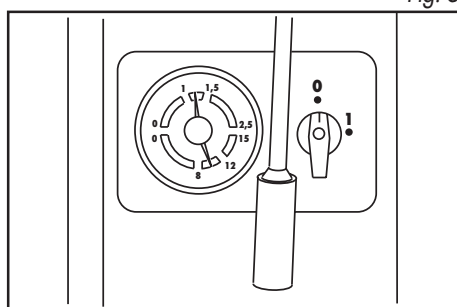
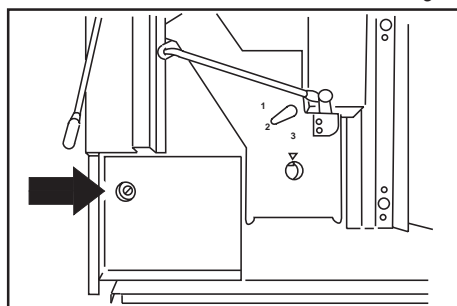

Fig. 6
Fig. 7
- Après environ 5-7 minutes de la mise en fonction, le voyant prêt pour l'emploi situé au dessus du symbole  s'allume, pour indiquer la bonne température dans la chaudière (vérifier que l'échelle supérieure du manomètre indique une pression comprise entre 1,2 et 1,5 atm) (fig.6).
- Appuyer sur la touche  et ensuite . Quand de l'eau commence à s'écouler du distributeur, observer l'échelle inférieure du manomètre qui doit indiquer une pression comprise entre 8 et 10 atm (Fig.6) Si la pression n'entre pas dans les limites indiquées, agir sur la vis de régulation placée derrière le tiroir des marcs pour rétablir la bonne valeur (Fig.7). En appuyant sur n'importe quelle touche, le débit de l'eau s'arrête.